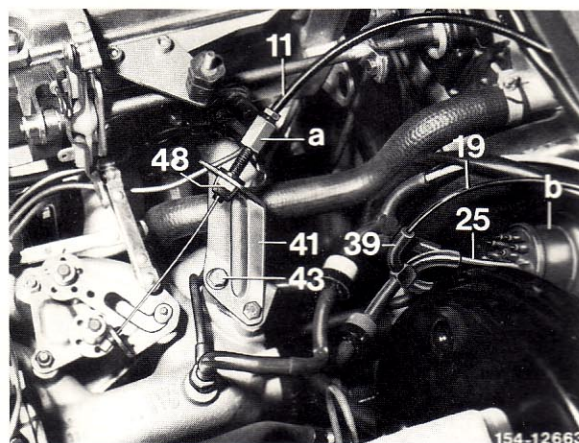

Bild 5
14 Halter (41) nach Bild 5 montieren.
16 Seilzug (11) mit der Klammer (48) sichern (Bild 5).